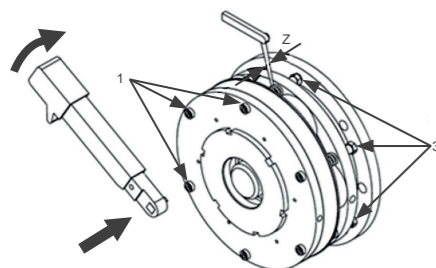

Figura 5.5: Verificação do entreferro nos freios de tamanhos 25 e 31
3. Após o ajuste apertar os parafusos de fixação 1 (Figura 5.5) de acordo com o torque especificado (Tabela 5.2).